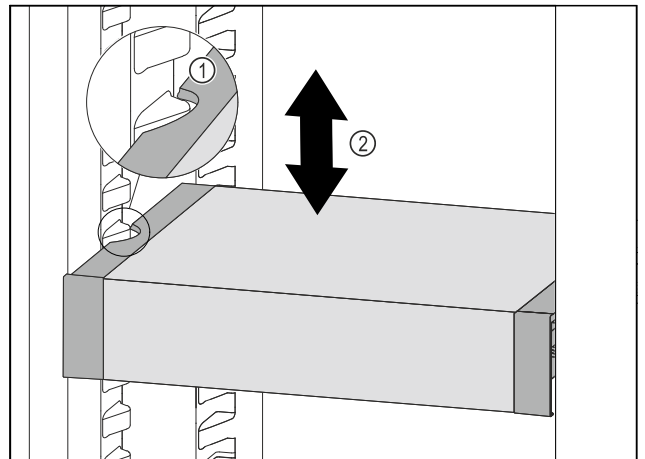

Fig. 52
- VarioSafe naar voren trekken tot de uitsparingen aan de zijkant van de VarioSafe zich ter hoogte van de rib in het koelgedeelte bevinden. Fig. 52 (1)
- VarioSafe in het koelgedeelte omhoog of omlaag bewegen tot de gewenste hoogte is bereikt. Fig. 52 (2)